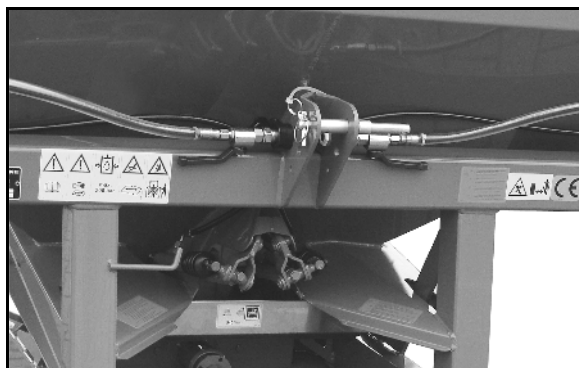

Рис. 26
2. Очистите первичный вал редуктора (Рис. 26/1).
4. Выверните фиксирующий винт (Рис. 26/6).
5. Поверните защитный раструб (Рис. 26/2) в положение для монтажа (Рис. 26/7).
7. Ослабьте контргайку (Рис. 26/3) на соединительной вилке фрикционной муфты (настолько, чтобы установочный винт больше не выступал над контргайкой), выверните установочный винт с внутренним шестигранником (Рис. 26/4) и проверьте, легко ли надевается соединительная вилка на приводной вал.
Обращайте внимание на полное перекрытие призматических шпонок (Рис. 26/5)!
9. Зафиксируйте карданный вал от осевого смещения. Для этого прочно затяните торцовым шестигранным ключом установочный винт и законтрите гайкой (Рис. 26/3).
2. Ослабьте контргайку (Рис. 26/3) на соединительной вилке фрикционной муфты. Вывинтите установочный винт (Рис. 26/4).